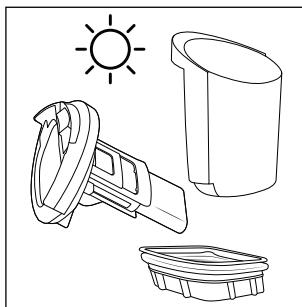

Fig. 27
- ◆ Laissez entièrement sécher le filtre à impuretés ⑩, le réservoir d'eau sale ② et le couvercle du réservoir d'eau sale ⑨ (voir fig. 27).